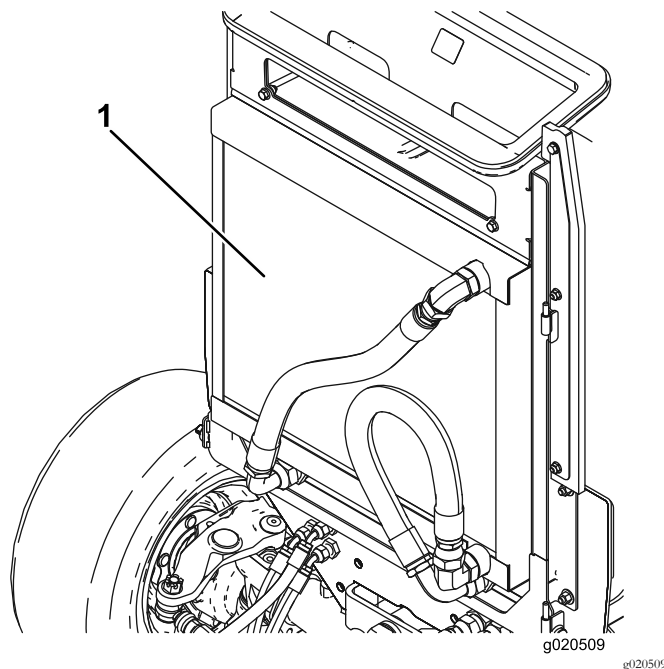

Figura 63
3. Limpie a fondo ambos lados del enfriador de aceite y del radiador (Figura 63) con aire comprimido. Empezando en la parte delantera, sople los residuos hacia la parte trasera. Luego, limpie desde atrás, soplando los residuos hacia adelante. Repita este procedimiento varias veces hasta eliminar todos los residuos.